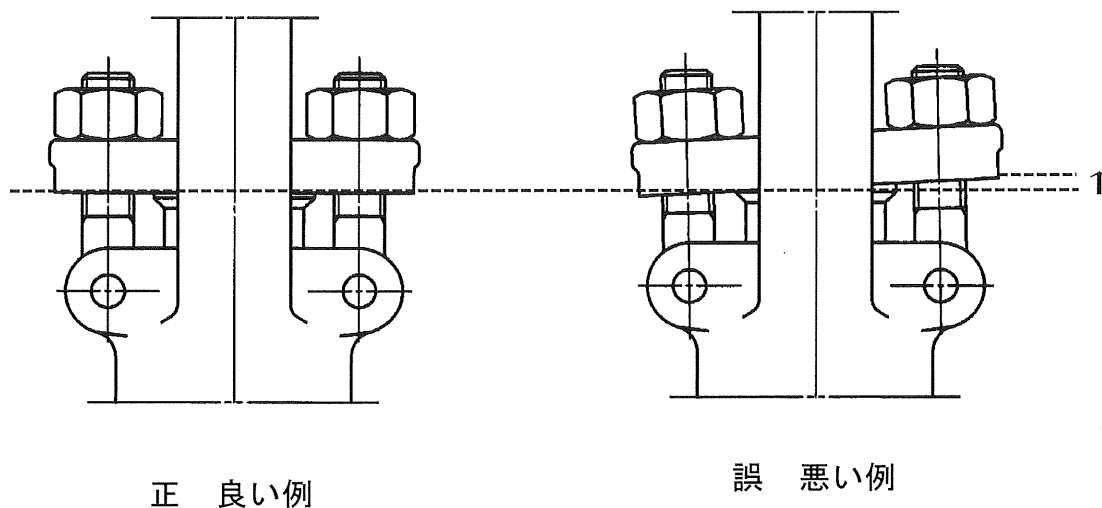

図 7.1 グラウンドボルトナットの締め付け調整例
- ②この場合、弁棒ねじ部にはグリースを塗ることによって操作性を維持することができます。
- ③グラントパッキンを挿入する場合は、グラントパッキンの切り口が重ならないように、1リングずつ挿入し、且つ1リングずつ毎に適当な締付力を与えてください。
- ④ 図 7.1に示すとおり、グラウンドボルトナットを締めながらハンドル車の廻り具合をみてグラウンドを片締めしないように交互に平均した力で調整してください。